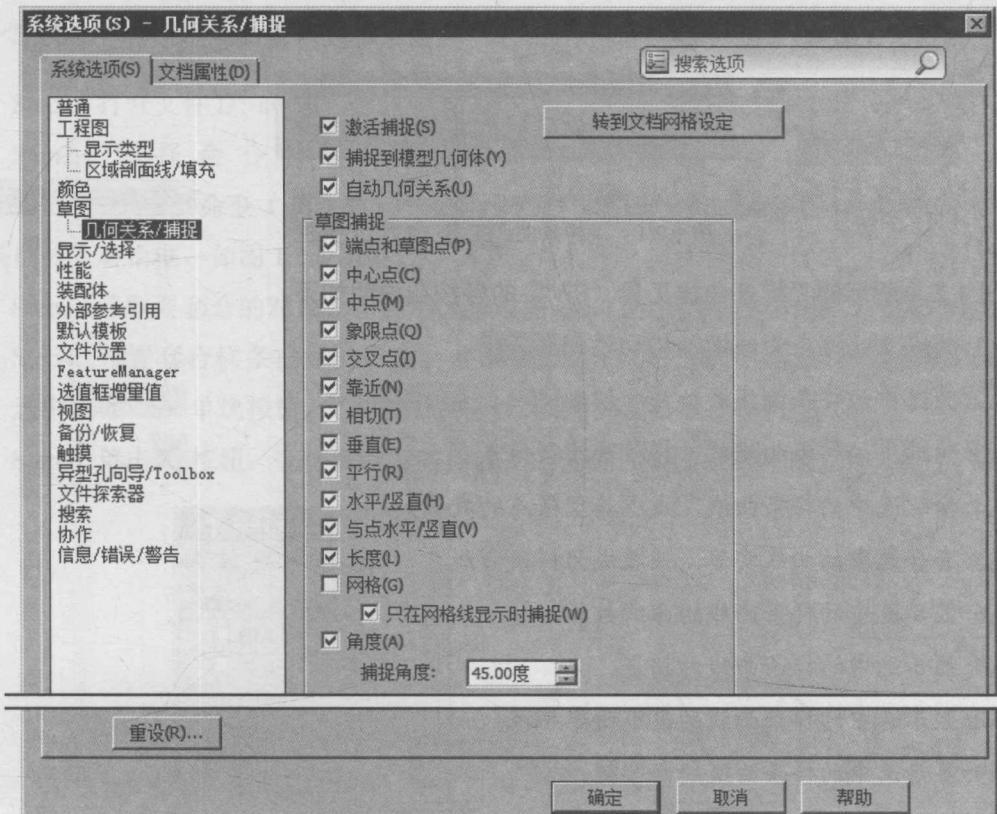

图 1.1.4 “系统选项 (S) - 几何关系/捕捉”对话框
Step2. 在“系统选项(S)-普通”对话框的**系统选项(S)**选项卡左侧的列表框中单击**几何关系/捕捉**选项，选中图 1.1.4 所示的所有自动捕捉选项，在 **角度(A)**复选框下的